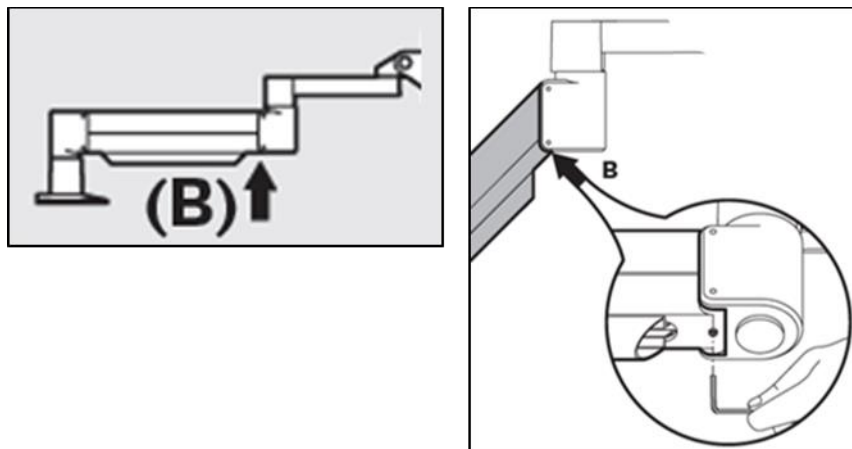

Figure 4-6. Desserrer la vis de réglage de contreponds B
- Remplacez le bras à l'horizontale. Desserrez la vis de réglage de contreponds B en la tournant d'au moins un ½ tour. Utilisez une clé Allen 3/32. Voir la figure 4-6.
- Placez le bras à l'horizontale et serrez la **vis de réglage de contrepois B** jusqu'au contact, puis serrez de  $\frac{1}{2}$  à  $\frac{3}{4}$  de tour maximum. Voir la figure 4-6.